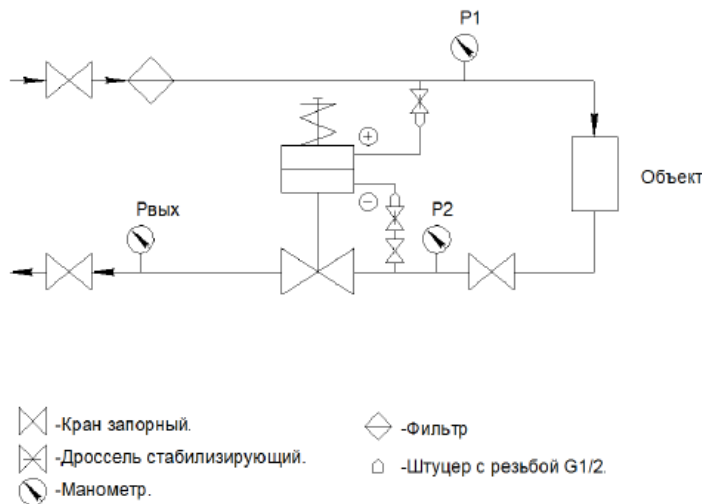

Рис. 4
- установить два штуцера из комплекта регулятора на подающий и обратный трубопроводы согласно схеме подключения регулятора (рис.4) в местах, удобным для подсоединения импульсных линий. Штуцеры вкручивается в запорные краны (внутренняя резьба G ½) на отводах трубопровода;